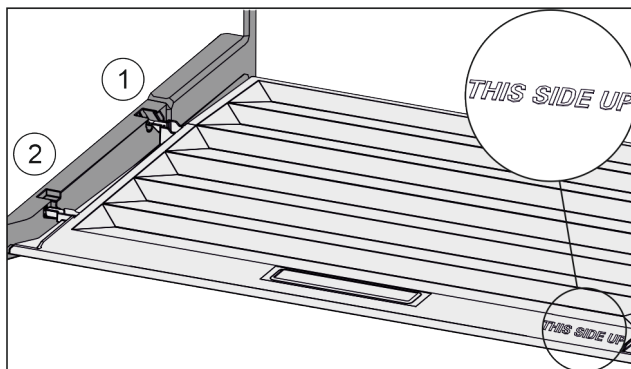

Fig. 44
- ▶ Вставьте поперечные ребра крышки через отверстие заднего держателя Fig. 44 (1) и защелкните спереди в держателе Fig. 44 (2).